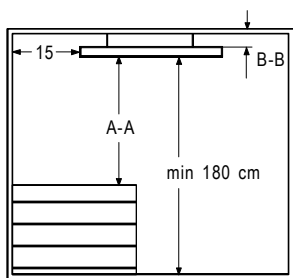
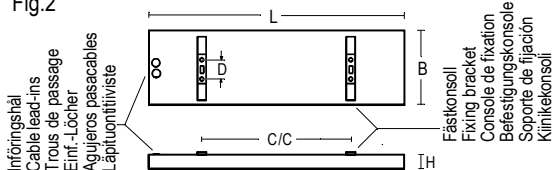

Fig.2
Fig.3
2. 2 separate ceiling brackets are supplied with the Energostrip and should be fitted with C/C distance, see fig. 2 and table. There are 2 holes per ceiling bracket to be fitted on the ceiling, where "D" is the distance in cm between the holes (see fig.3). The fixing bracket is to be hung up and fixed to the ceiling bracket.
4. The supply cable is connected to a 6 mm2 terminal (EE6, EE10) and for the other types to a 16 mm2 terminal. On the top of the junction box there are two cable lead-ins (see fig.2) allowing through connection. For wiring through the cable lead-ins use a wiring cable with a diameter of 12-19 mm. Cut carefully of a suitable part of the cable lead-ins, so it fits tight around the cable. For connection of the panel see diagram in fig. 4. If the supply cable comes in contact with hot parts in the terminal box, it must be protected.
2. 2 équerres permettant la suspension sont fournies avec les éléments chauffants. Elles sont percées de 2 trous d'un entraxe "D" en cm (voir figure 3) pour leur fixation au plafond avec un espacement c/c (voir fig.2).
4. Le câble d'alimentation sera branché sur les bornes de 6 mm2 (EE6, EE10) et les autres modèles sur les bornes de 16 mm2. Sur le dessus du boîtier il y a 2 trous de passage (voir figure 2), qui permettent le branchement par le dessus. Pour assurer la connexion au travers des trous de passage, utilisez un câble de diamètre 12 à 19 mm. La perforation des trous de passage devra être d'une taille adaptée au câble afin que celui-ci soit fermement maintenu. Branchement de l'élément, voir schéma fig. 4. Si le câble d'alimentation peut être en contact avec les parties chaudes du boîtier d'alimentation, il doit obligatoirement être protégé.
2. Till Energostrip medföljer 2 st lösa takkonsoller, som monteras med C/C avstånd. Se fig. 2 och tabell. Det finns 2 st hål/takkonsoll för fäste i taket, där "D" är avståndet i cm mellan hålen (se fig. 3). Panelens fästkonsoll hängs på takkonsoll och fästes.
4. Matningsledning anslutes till plint 6mm2 (EE6, EE10) och 16 mm2 för övriga typer. På ovansidan av kopplingsboxen finns 2 st införingshål (se fig. 2), vilket möjliggör överkoppling. Använd en installationskabel med en diameter på 12-19 mm. Skär försiktigt av en lämplig del på införingstätningen, så att den sitter tätt runt kabeln. Inkoppling av panelen se schema fig. 4. Om anslutnings kabeln vidrör varma delar i koppl. boxen så ska den skyddas.
2. Energostrip wird mit zwei Deckenhalterungen ausgeliefert, die im Abstand C/C (s. Fig. 2 und Tabelle) an der Decke befestigt werden. Die Halterungen selbst weisen zwei Löcher im Abstand von 8 cm auf (Abstand D. s. Fig. 3). An ihnen können die Befestigungskonsolen des Gehäuses von Energostrip aufgehängt und befestigt werden.
4. Die Stromleitung ist bei den Modellen EE6, EE10 mit einer 6 mm2 Klemme verbunden, bei den anderen Modellen mit einer 16 mm2 Klemme. An der Oberseite der Anschlussdose befinden sich zwei Aussparungen für die Zuleitungen, sodass eine Brückenschaltung möglich ist (s. Fig. 2). Beim Anschluss benutzen Sie bitte ein Kabel mit 12-19 mm Durchmesser. Um die Kabel in die Anschlussdose einzuführen, schneiden Sie bitte ggf. eine passende Öffnung in die Aussparungen, so dass das Kabel straff sitzt. Anschluss des Gehäuses s. Schema Fig 4. Wenn das Stromzuführungskabel mit heißen Teilen im Klemmenkasten in Berührung kommt, muss es geschützt werden.
2. I Energostrip leveres 2 stk. løse opphengsbraketter som monteres med C/C avstand, se fig. 2 og tabell. Det er 2 hull i opphengsbrakettene, der "D" er avstand i cm mellom hullene (se fig. 3). Panelens festebraketter henges på opphengsbrakettene og festes.
4. Tilførselskabelen kobles til plint 6 mm2 (EE6, EE10) og øvrige modeller 16 mm2. På oversiden av koblingsboksen finns 2 stk. innføringshull (se fig. 2). Dette gjør det mulig å viderekoble. Anvend en kabel med diameter 12-19 mm. Tilpass hullåpningen i gjennomføringsnippelen, slik at den sitter tett rundt kabelen. Tilkobling av panelet, se skjema fig. 4. Om tilførselskabelen kommer i kontakt med varme deler i koblingsboksen så skal den beskyttes.
2. Con Energostrip se suministran 2 soportes de techo sueltos que se montan a la distancia C/C. Ver fig. 2 y tabla. Hay 3 agujeros en los soportes de techo donde 'D' es la distancia en centímetros entre los agujeros (ver fig. 3). El panel soporte se cuelga del soporte de techo y ce fija.
4. El cable de alimentación se conecta a la regleta de 6 mm2 (EE6, EE10) y para los demás tipos de 16 mm2. En la parte superior de la caja de conexión hay dos agujeros pasacables (ver fig. 2) que permiten la conexión. Para introducir los terminales de cable de instalación a través de los protectores de caucho en los agujeros pasacables, utilice un punzón 12 a 19 mm de diámetro para perforar cuidadosamente los protectores de modo que los cables queden firmemente sujetos por los protectores. Para conectar el panel ver diagrama en fig. 4. Si el cable de alimentación puede entrar en contacto con las partes calientes de la caja de conexiones, es necesario protegerlos contra el calentamiento.